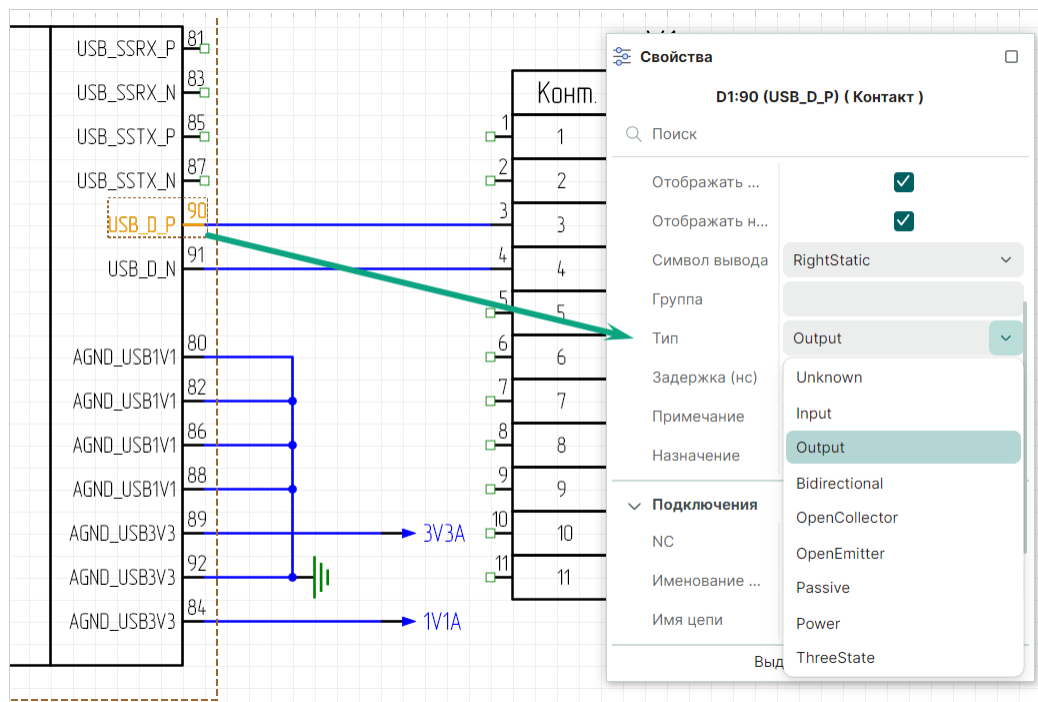

Рис. 143 Определение типа контакта элемента диффпарной цепи
2. В окне «Свойства» → «Вывод» → «Тип» выберите тип контакта Output, см. Рис. 143.